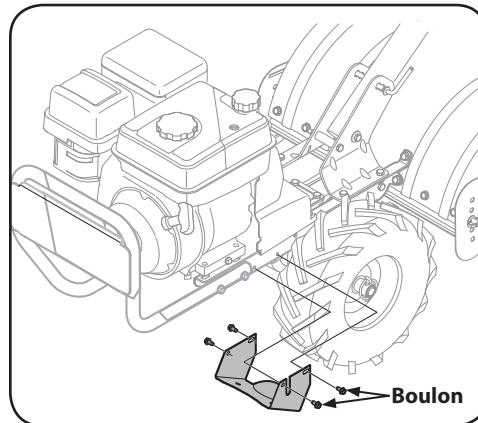

Figure 5-4
3. Retirez les quatre boulons hexagonaux d'1/4-20 qui fixent le couvercle des poulies au châssis, puis retirez le couvercle. Voir Figure 5-4. Gardez le couvercle dans un endroit sûr pour utilisation ultérieure.